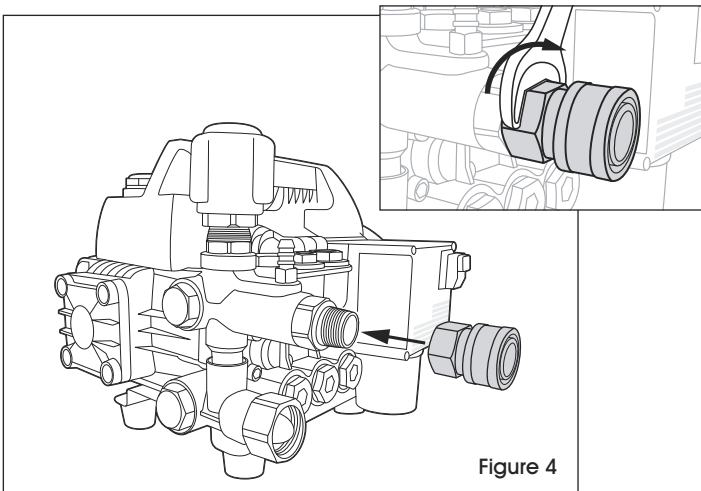

Figure 4
2. Screw on quick connect found in accessory bag. Tighten with 1" wrench. (See Figure 4)
2. Vissez le dispositif de connexion rapide qui se trouve dans le sac d'accessoires. Serrez avec la clé de 1 po. (Voir Figure 4)